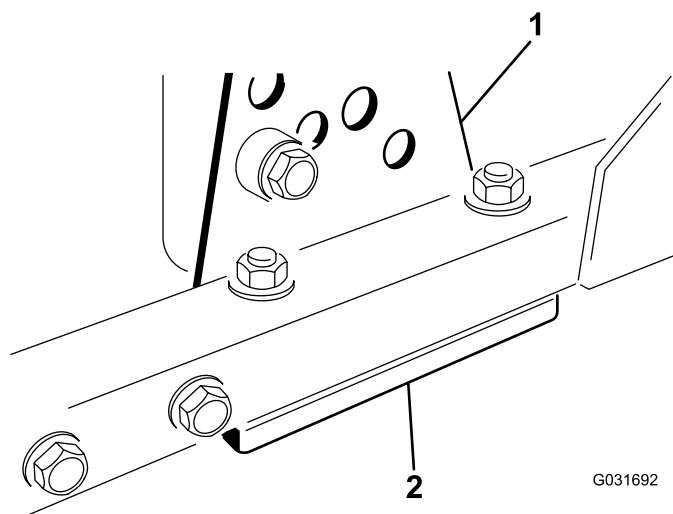

図 82
1. 刈り高ブラケット前、左、右のうち1つをデッキのフレームから外す図 82。
2. デッキフレームとブラケットとの間に厚さ 1.5mm または 0.7mm のシム、場合によってはこれらの両方を挿入して、希望する刈高を達成する図 82。